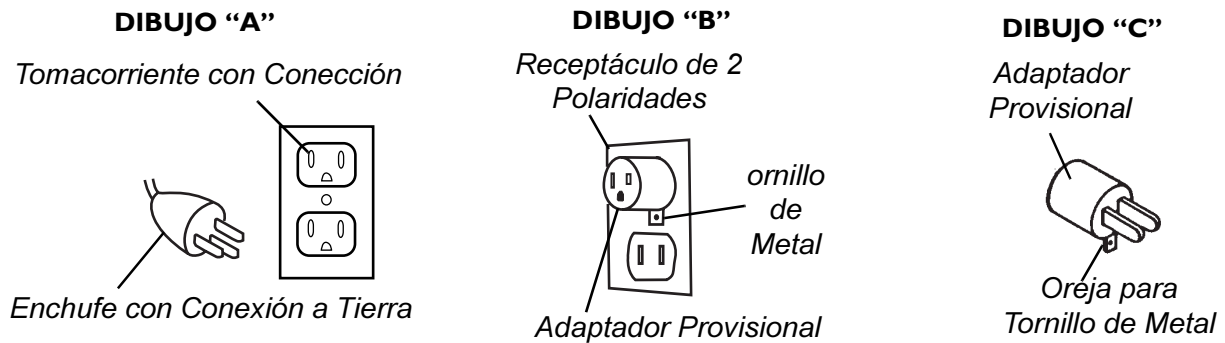

FIGURA 3 Instrucciones Para Conexión A Tierra
NOTA: Para este procedimiento, consulte la FIGURA 3.
NOTA: Este producto es para uso en un circuito nominal de 120 voltios y tiene un enchufe con conexión para tierra y luce como el enchufe de la ilustración en el DIBUJO A de la FIGURA 3. Un adaptador temporal, que luce como el adaptador ilustrado en el DIBUJO B y C, puede usarse para conectar este enchufe a un receptáculo de dos (2) polaridades, según se muestra en el DIBUJO B, si un receptáculo apropiado con la debida conexión a tierra no está disponible. El adaptador temporal debe usarse solamente hasta que un tomacorriente con la conexión apropiada a tierra pueda ser instalado por un electricista capacitado. La oreja rígida color verde que se extiende del adaptador debe de ser conectada a un contacto permanente a tierra, tales como a la cobertura de la caja metálica del tomacorriente. Cada vez que el adaptador sea usado, éste debe de ser sostenido firmemente usando un tornillo de metal.